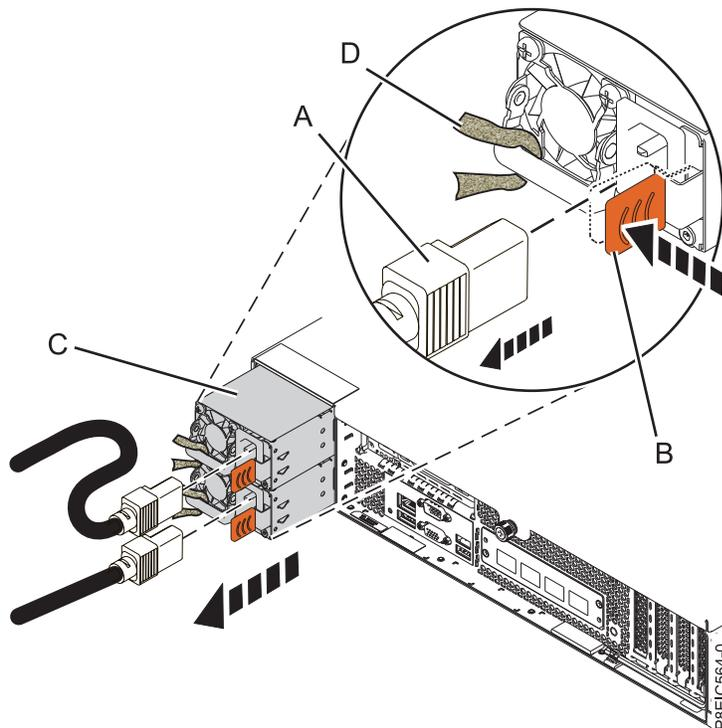

Figure 58. Retrait d'un bloc d'alimentation du système
- a. Pour retirer le bloc d'alimentation de sa position dans le système, appuyez sur la languette de verrouillage (B) dans la direction illustrée. Voir figure 58.
- b. Tenez la poignée du bloc d'alimentation d'une main et retirez le bloc d'alimentation (C) d'environ 5 cm hors du système.